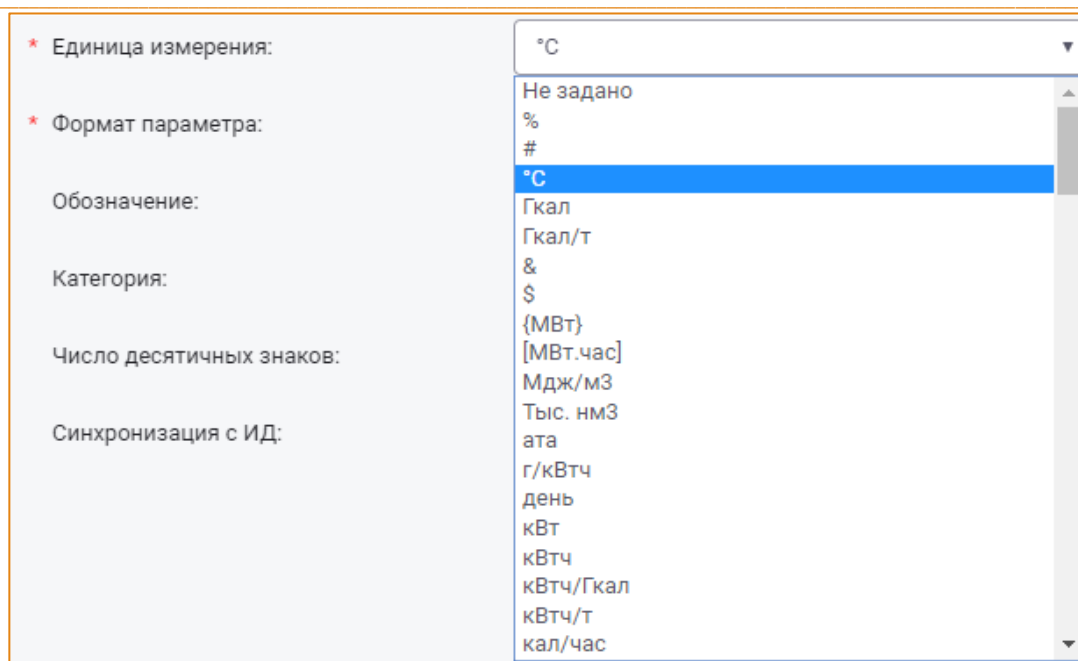

Рис. 42 – Список единиц измерения параметров
- **Единица измерения** - обязательное поле для заполнения. В раскрывающемся списке поля необходимо выбрать единицу измерения, характеризующую данный параметр (Рис. 42).